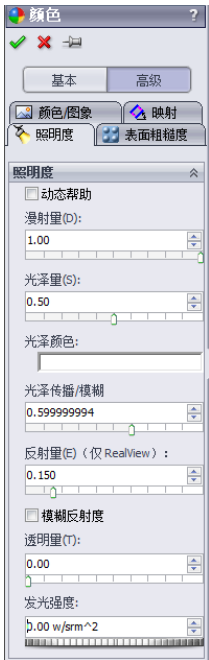

图 1-35 [颜色]属性管理器
2. 设置透明度。系统弹出[颜色]属性管理器，如图 1-35 所示，单击[高级]按钮，在[照明度]的[透明量]一栏，调节所选零件的透明度。